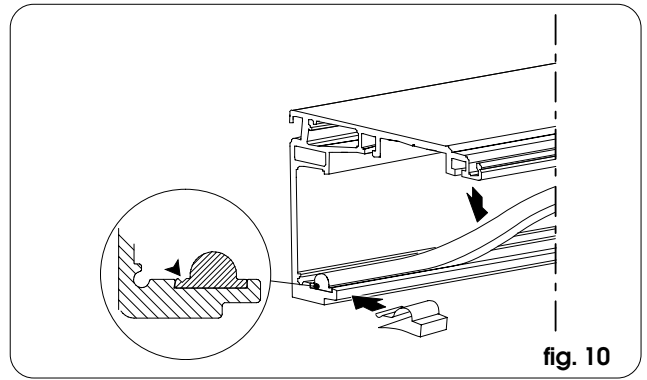

fig. 10
- Introduire le rail de guidage dans son logement et le bloquer aux extrémités au moyen des pinces élastiques spécifiques (fig. 10). Sur les portes à double vantail, on a également prévu une pince élastique à positionner au centre.
- ➔ Le rail n'est pas symétrique, mais il a un sens de montage: le côté présentant une petite gorge doit être tourné vers le mur (fig. 10); En outre, le guide, aux deux extrémités, doit être plus court d'environ 1 cm que le profilé support.